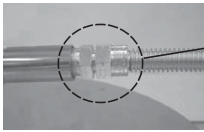

FIG. 11-3
4. Suelte, con cuidado, el conector flexible unido al soporte del inyector (ver Fig. 11.3) y desenrosque el soporte del inyector del tubo del quemador (ver Fig. 11.4).
Nota: Si esta convirtiendo al gas natural, DEBE instalar el obturador de aire sobre el tubo quemador para cubrir los agujeros de aire (ver Fig. 11.4). En cuanto al gas propano (L.P.), retire el obturador de aire. Reponga la tapa del orificio y reconecte el conector de la válvula (ver Fig. 11.3). El regulador, ahora si, debería funcionar con el nuevo tipo de gas.